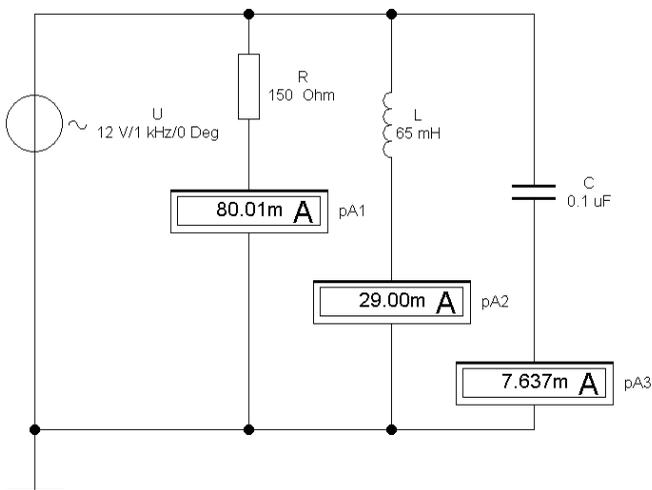

Рис. 2 Виртуальная схема исследуемой цепи
5.1. С помощью пакета Electronics Workbench собрать виртуальную схему исследуемой цепи с заданными номиналами элементов и источника (рис. 2.).